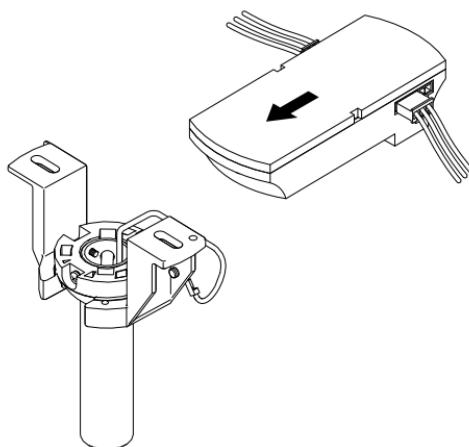

Fig. 13
9. Inserte el receptor remoto con cuidado sobre la bola de colgado en el espacio sobrante del soporte de montaje. Tome precauciones para no dañar o aflojar ninguno de los cables. (**Fig. 13**)